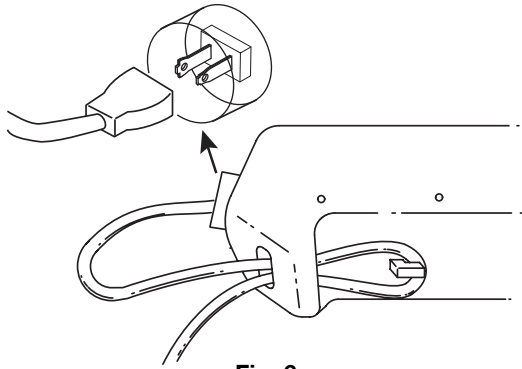

Fig. 6
2. Fixez la rallonge au carter tel qu'indiqué (Fig. 6).